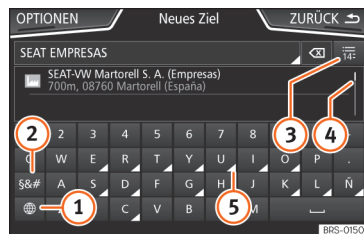

Abb. 179 Eingabemaske mit Bildschirmtastatur.
Mit jeder Zeicheneingabe werden den Vorgaben entsprechende Ziele in der Eingabezeile vorgeschlagen » **Abb. 179** ④. Im Falle von